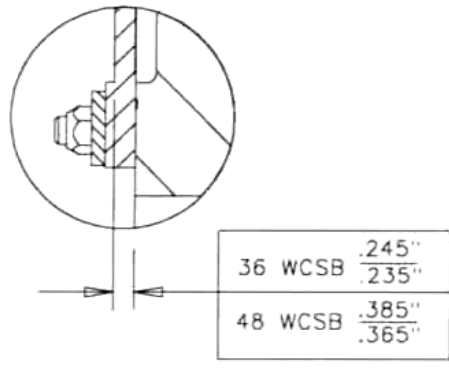

图 9
- 4.5.10 在更换静摩擦盘或与其相接的摩擦材料以后，对于 36 英寸或和更大规格型号的刹车装置，需要对耐磨面都作机加工，关于机加工的技术要求可见图 9，机加工后应清理所有磨损面，除去任何残留的污染物。